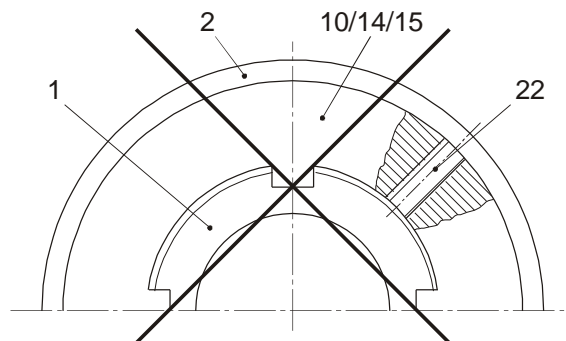
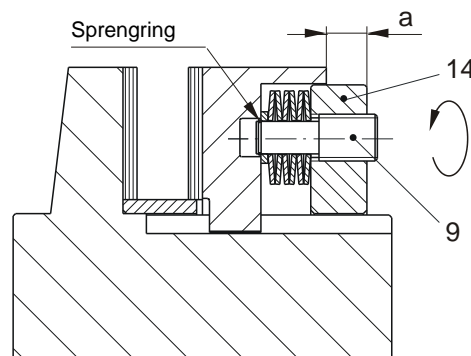
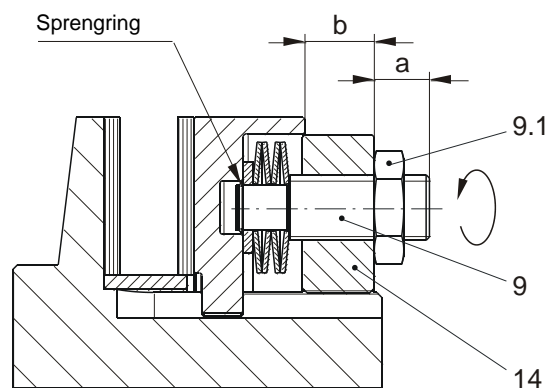

Bild 22
Bild 23
Bild 25 Tellerfedertragbolzen (9) mit Kontermutter (9.1)
1. Gewindestift (22) aus der Einstellmutter (15) herausdrehen.
2. Einstellmutter (15) mit Hilfe eines Hakenschlüssels auf das Maß „a“ drehen, das dem gewünschten Rutschmoment entspricht.
3. Einstellmutter (15) durch Eindrehen des radial angeordneten Gewindestiftes (22) in eine der 4 Nabennuten sichern.
Eine Klemmung auf dem Gewinde, wie in Bild 22 dargestellt, ist nicht zulässig. Gegebenenfalls ist ein Verdrehen der Einstellmutter (15) erforderlich.
1. Gewindestift (22) aus der Einstellmutter (10) herausdrehen.
2. Einstellmutter (10) anziehen bis das Maß "b" aus der Einstelltablette (Tabelle 16 – 18) erreicht ist.
3. Einstellmutter (10) durch Eindrehen des radial angeordneten Gewindestiftes (22) in eine der 4 Nabennuten sichern.
Eine Klemmung auf dem Gewinde, wie in Bild 22 dargestellt, ist nicht zulässig. Gegebenenfalls ist ein Verdrehen der Einstellmutter (10) erforderlich.
4. Die einzelnen Gewindestifte (11) in der Einstellmutter (10) gleichmäßig in Schritten von ca. ¼ Umdrehung anziehen bis das Maß "a" aus der Einstelltablette bzw. das gewünschte Drehmoment erreicht ist.
5. Gewindestifte(11) mit Sechskanutmutter (21) kotern.
1. Gewindestift (22) aus der Einstellmutter (14) herausdrehen.
2. Die Einstellmutter (14) mit entspannten Tellerfedertragbolzen (die Tellerfedertragbolzen (9) stehen aus der Einstellmutter (14) heraus) auf das gewünschte Maß "a" mit einem Stirnlochschlüssel einstellen. Dabei müssen die Zapfen des Stirnlochschlüssels zum Verdrehen der Einstellmutter (14) in zwei Innensechskante der Tellerfedertragbolzen (9) eingefügt werden.
Tellerfedertragbolzen (9) nicht über den Widerstand des Sprenglings herausdrehen (Bild 23).
3. Einstellmutter (14) durch Eindrehen des radial angeordneten Gewindestiftes (22) in eine der 4 Nabennuten sichern.
Eine Klemmung auf dem Gewinde, wie in Bild 22 dargestellt, ist nicht zulässig. Gegebenenfalls ist ein Verdrehen der Einstellmutter (14) erforderlich.
### Drehmomenteinstellung bei gekonterten Tellerfedertragbolzen (Bild 25)
2. Die Einstellmutter (14) mit entspannten Tellerfedertragbolzen (die Tellerfedertragbolzen (9) stehen aus der Einstellmutter (14) heraus) auf Maß "b" mit einem Stirnlochschlüssel einstellen. Dabei müssen die Zapfen des Stirnlochschlüssels zum Verdrehen der Einstellmutter (14) in zwei Innensechskante der Tellerfedertragbolzen (9) eingefügt werden.
Tellerfedertragbolzen (9) nicht über den Widerstand des Sprenglings herausdrehen (Bild 25).
4. Danach werden die Tellerfedertragbolzen (9) gleichmäßig, in Schritten von ca. ¼ Umdrehung eingedreht, bis das Maß "a" bzw. das gewünschte Drehmoment erreicht ist.
5. Tellerfedertragbolzen (9) mit Sechskantmutter (9.1) kontern.